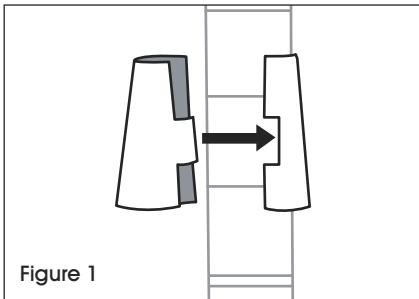

Figure 1
1. Commencez par la tablette la plus basse. Enclenchez les pièces emboîtables d'un support de tablette (extrémité la plus large vers le bas) autour du montant, au niveau de la rainure la plus basse. Faites glisser le support vers le haut ou vers le bas jusqu'à ce qu'il s'enclenche sur la rainure. Ajoutez un support de tablette au même emplacement sur les autres montants. (Voir Figure 1)